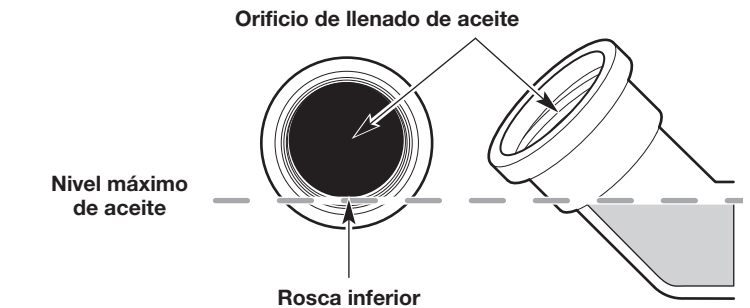

Fig. 35
5. Observe el interior del orificio de llenado de aceite; use una linterna si es necesario. **El nivel de aceite sólo debe tocar la rosca inferior del orificio de llenado de aceite** (Fig. 35).